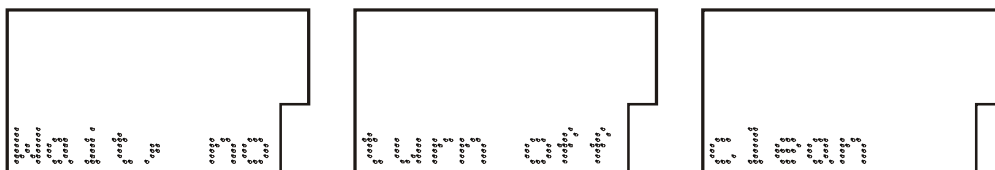

Figura 11: Sinalização do acesso ao reset da memória de massa.
f) pressionar a tecla ▼ para zerar a memória de massa. O relé mostra a mensagem da figura 11 durante o processo de reset da memória durante um tempo de reset entre 20s a 2 minutos.